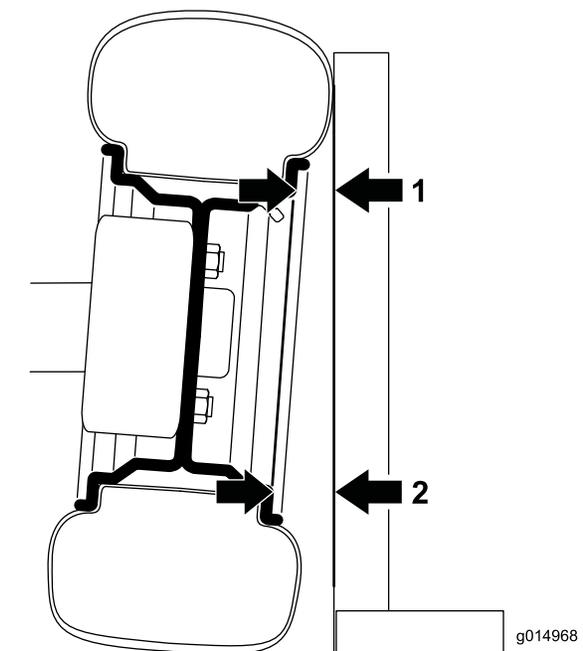

Figura 32
1. Para verificar a inclinação, coloque um quadrado de 90 graus no chão com a parte vertical a tocar na face do pneu (Figura 32).
2. Meça a partir da mesma parte do anel na parte superior e inferior do pneu em relação ao quadrado (Figura 32).